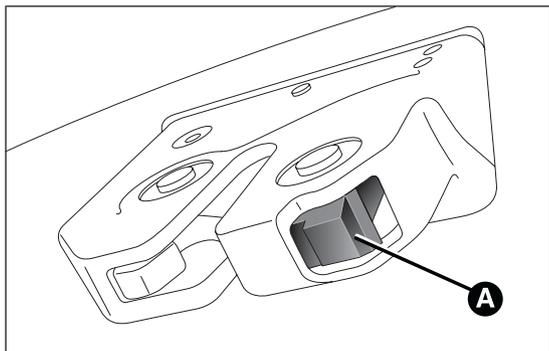

fig. 59
- premere sulla levetta A fig. 59.